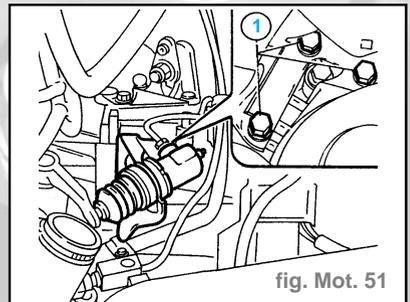

fig. Mot. 51
- Depuis le passage de roue, dévisser les vis (1) fixant l'étrier de support du maître-cylindre d'embrayage (fig. Mot. 51).